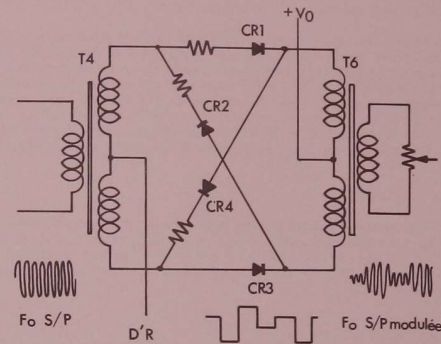

Fig 3.24
Les modulateurs équipant le tiroir Pal sont du type modulateurs en anneaux. Sur le schéma fig. 3.24. est représenté le modulateur du signal R-Y (D'R). Celui du signal B-Y (D'B) est identique. Dans ce circuit, la conduction des diodes est commandée par le signal modulant D'R. Le signal de porteuse est ainsi transmis au rythme de l'amplitude de D'R. Il subsiste, en sortie, un signal de même fréquence que la porteuse, mais dont les courbes-enveloppes caractérisent la modulation sans sous-porteuse. Les niveaux variables du signal D'R déterminent la phase et l'amplitude du signal de sortie. Les transformateurs T4 et T6 sont accordés sur la fréquence de la sous-porteuse. Le niveau V0 est fourni par les transistors Q20, Q21 pour D'R et par Q22 Q23 pour D'B. Ces circuits permettent d'obtenir des sources à basse impédance pour la polarisation des diodes des modulateurs. Le produit de la modulation est réglable par les potentiomètres R126, R127; il est appliqué aux transistors Q17 pour D'R et Q18 pour D'B. Ces transistors montés en amplificateurs, transmettent, alternativement les signaux D'R et D'B sur la base de Q19 émetteur suiveur de sortie. Le signal de chrominance est disponible au plot (62), voir oscillogrammes n° 3 et 4 - planche 14.